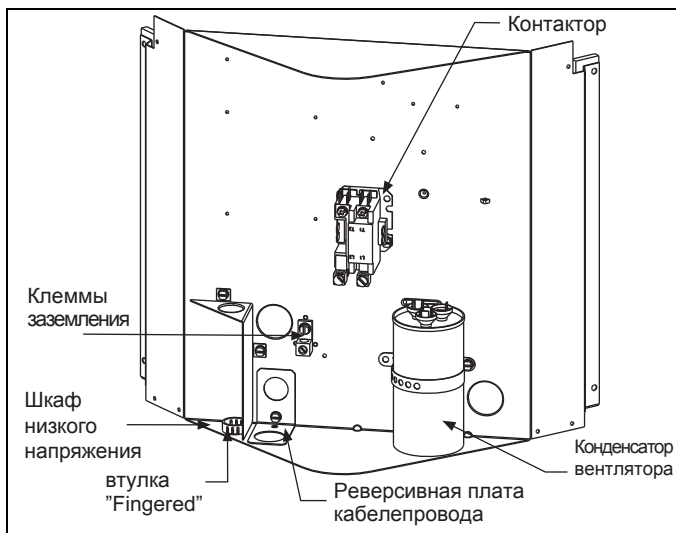
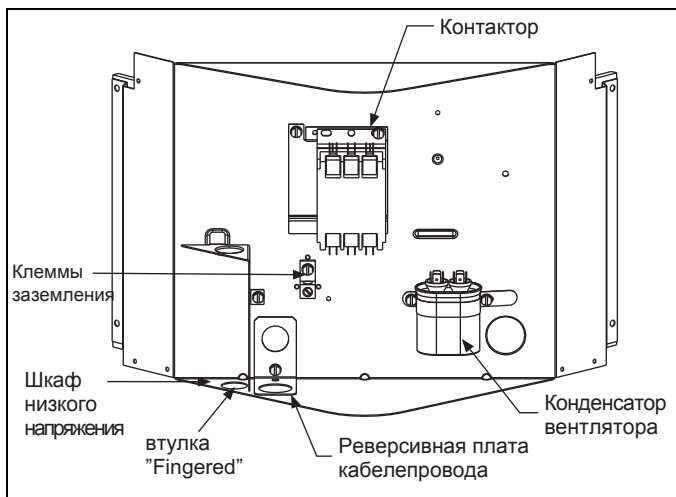

РИСУНОК 6: Блок управления внешнего блока (однофазный)
РИСУНОК 7: Блок управления внешнего блока (трехфазный - GCGA36-60)
4. Проложите провода от отключения через предусмотренное отверстие силовой проводки в шкаф управления блока, как показано на рис. 6 и 7.
1. Проложите низковольтную проводку подну шкафа управления, как показано на рис. 6. Произведите подключения низковольтной проводки внутри низковольтного шкафа по рис. 7- 11